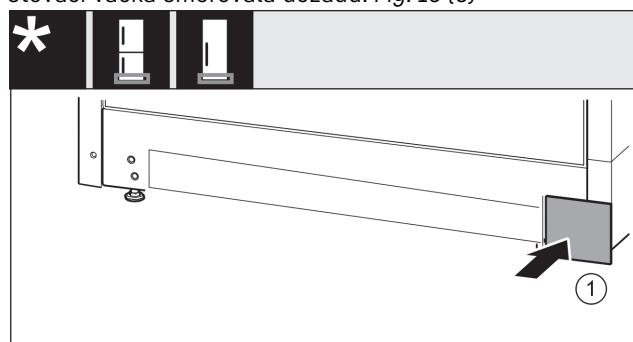

Fig. 16
- Kryt opět nasad'te na druhé straně. Fig. 16 (1)